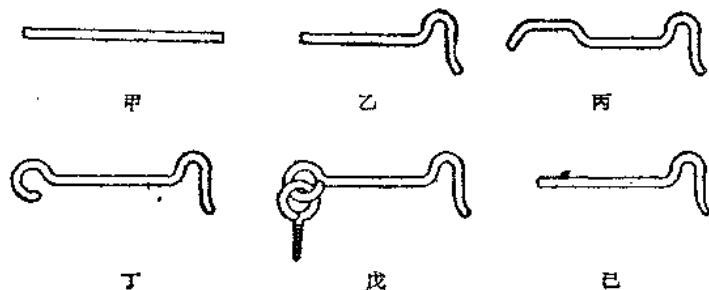

图 17
1. 落料(图 17 甲)；
2. 扳弯头部成钩形(图 17 乙)；
3. 扳成尾部弯曲形(图 17 丙)；
4. 初步将尾部扳成环圈形(图 17 丁);
5. 套进羊眼圈后卷紧(图 17 戊);
6. 锉鹤嘴尖(图 17 己)。